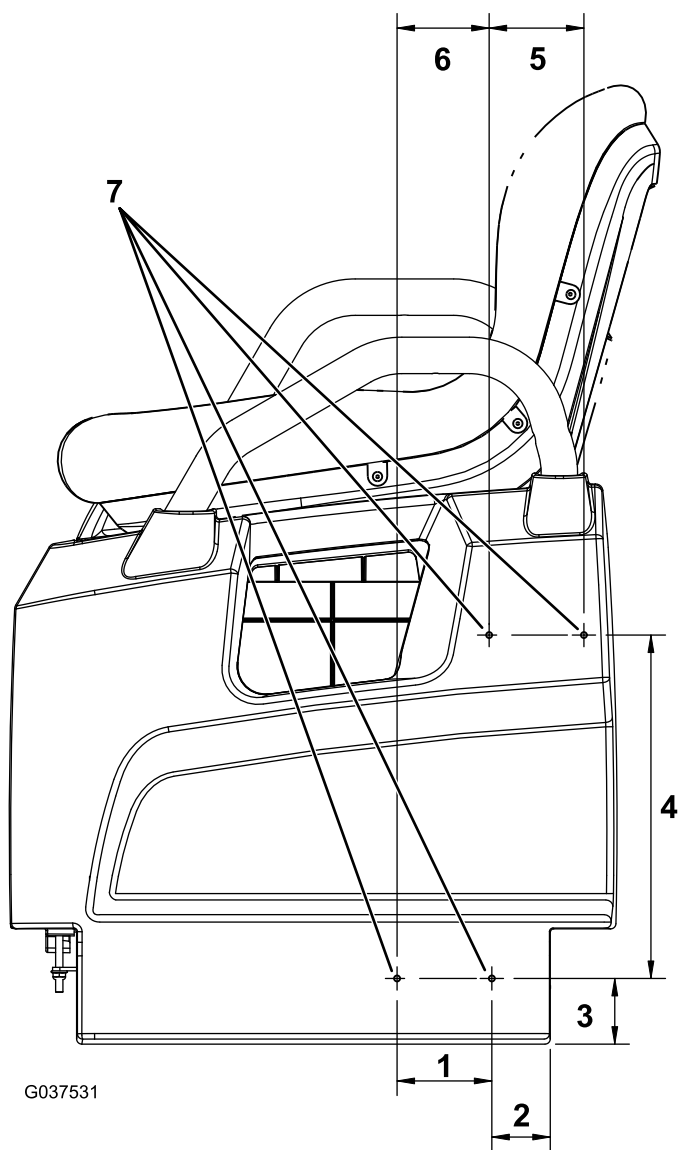

Рисунок 11
1. На левой стороне машины отмерьте 51 мм от нижней левой стороны основания сиденья и отметьте эту точку (Рисунок 11).
2. Отмерьте 57 мм прямо вверх от этой точки и поставьте в этом месте точку (Рисунок 11).
3. Отмерьте 83 мм влево от точки, отмеченной в пункте 2, и поставьте в этом месте точку (Рисунок 11).
4. Отмерьте 80 мм влево от точки, отмеченной в пункте 3, затем отмерьте прямо вверх 299 мм и поставьте здесь точку (Рисунок 11).
5. Отмерьте 83 мм вправо от места, отмеченного в пункте 4, и поставьте здесь точку (Рисунок 11).
6. Просверлите отверстие диаметром 5 мм в каждой из четырех отмеченных точек (Рисунок 11).